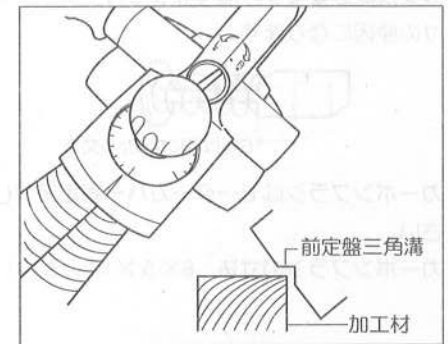

図13
- ①前定盤の三角溝を、加工する材料の角に当てスイッチの引金を引きます。(図13参照)
- ②スイッチの引金を引き、回転が安定してから削り始めます。